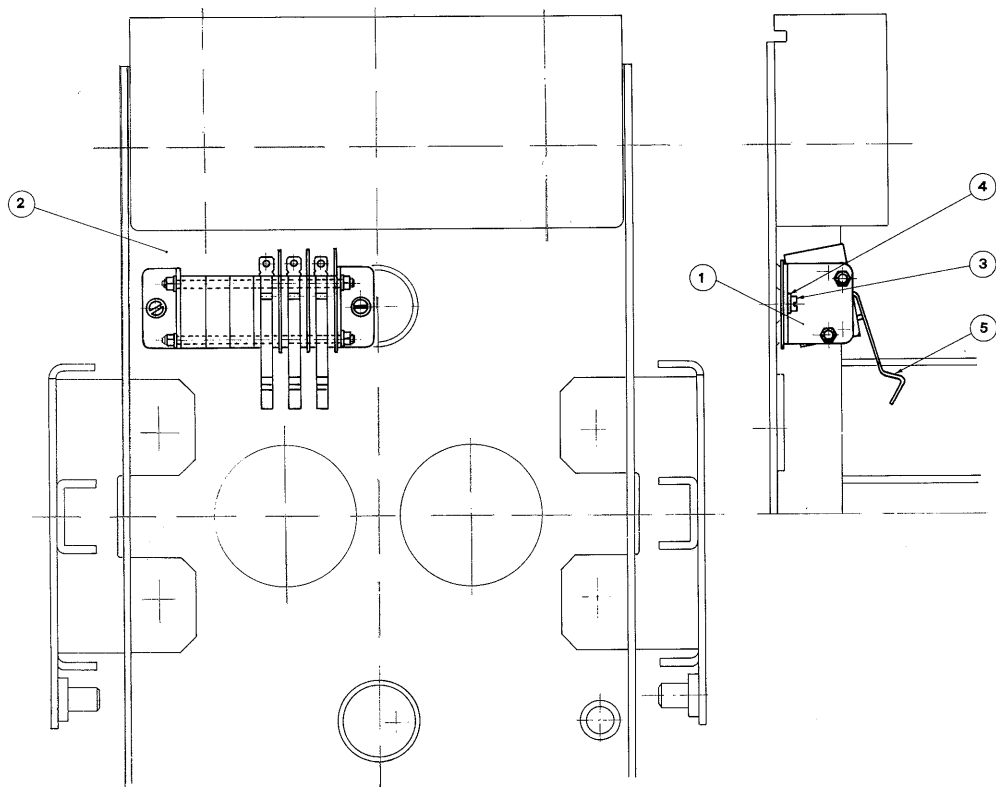

Fig. 18
9.4. **Commutatori di segnalazione di interruttore "inserito" 3 oppure 6 commutatori solo per interruttori in esecuzione sezionabile (fig. 18)**
- b - collegare i cavetti ai morsetti dei commutatori (1)
- c - fissare il gruppo dei commutatori (1) sul lato sinistro (come indicato in fig. 18) della parte fissa (2) mediante le viti (3) e rondelle (4)
- e - se il funzionamento non è regolare, piegare, a seconda delle necessità le levette (5).
9.4. **Auxiliary switches for breaker connected indication 3 or 6 switches only for draw-out breakers (fig. 18)**
- b - connect the cables to the switches (1)
- c - secure the switches (2) to the left side (as shown in figure 18) of the stationary portion with screws (3) and washers (4)
- e - should the performance not be correct, bend suitably levers (5).